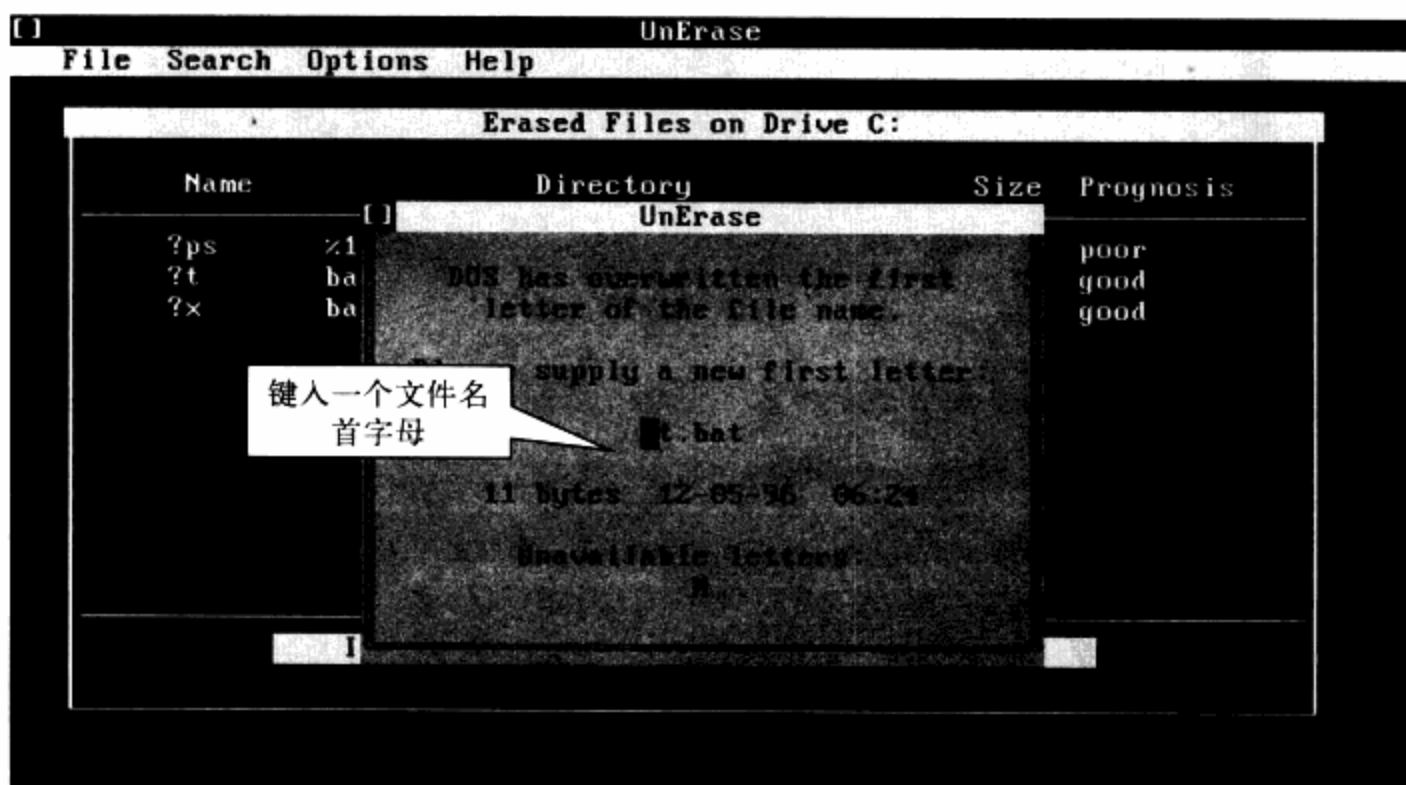

图13-31 输入要由UnErase恢复的文件名首字符
**步骤 05** 当所选文件的数据区未被覆盖，就会要求键入要恢复文件的文件名首字符（如图13-31所示）。只要输入了一个合法的文件名首字母就可以恢复该文件了。